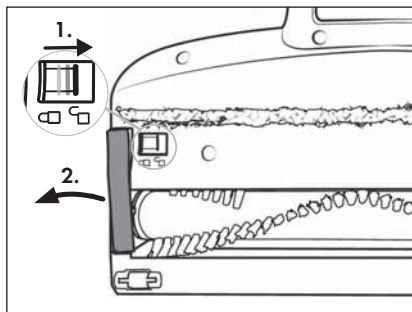

Fig. 29
- 2) Lås børsterullen **21** op ved at skubbe oplåsningen til børsteholderen **19** med fingeren i retning af symbolet  (åbn). Tag så børsterulleholderen **20** af gulvbørsten **22** (se fig. 29).